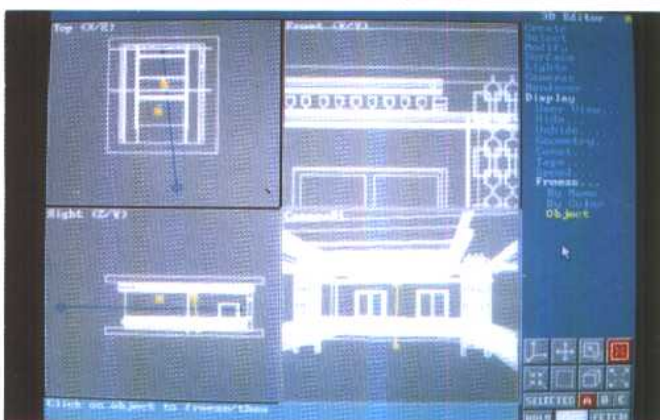

图 14
17. ELECT/VERTEX/QUAD,方框选择大小方形上边外端的四个点,使四点变红,选择 MODIFY/VERTEX/MOVE,击红右下角 SELECTED,在视图将光标调为垂直,按一下左键,拖动四点,使状态行中 Y 参数为 -59,按一下左键。选择 CREATE/QUAD 在大多边形上方中央生成 16×52 的方形,并同大多边形相交,选择 CREATE/BOOLEAN 点取二者,在对话框中激红 UNION,OK 认可。在 F2 中选择 PATH/MOVE VERTEX 调节其厚度,并生成到三维模块,放置于墙裙线下方,选择 MODIFY/OBJECT/MIRROR,激活 RIGHT 视图,按 TAB 键使光标垂直,按下 SHIFT 键,点取刚生成过来的墙裙造型,生成一个镜像新物体并同踢脚板相交接。(如图 14)
18. 回到二维模块,选择 CREATE/QUAD 生成 158×309 、 127×274 两个长方形(如图 13),用前面所讲方法生成到三维编辑模块(如图 14)放置,选择 SELECT/OBJECT/SINGLE,